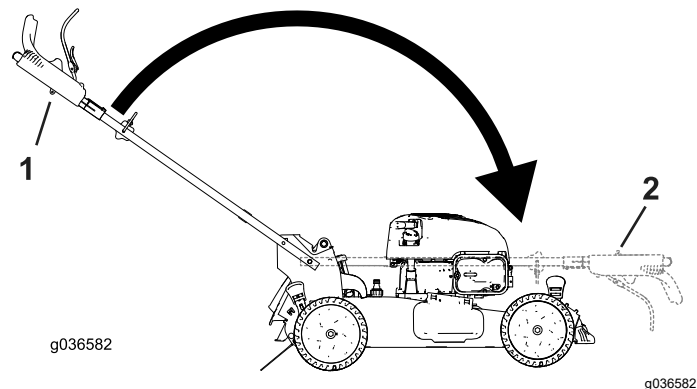

**Bild 26**
1. Entfernen Sie die 2 Griffhandräder sowie die 2 Schlossschrauben von den Handgriffhalterungen (Bild 26) und heben Sie sie auf.